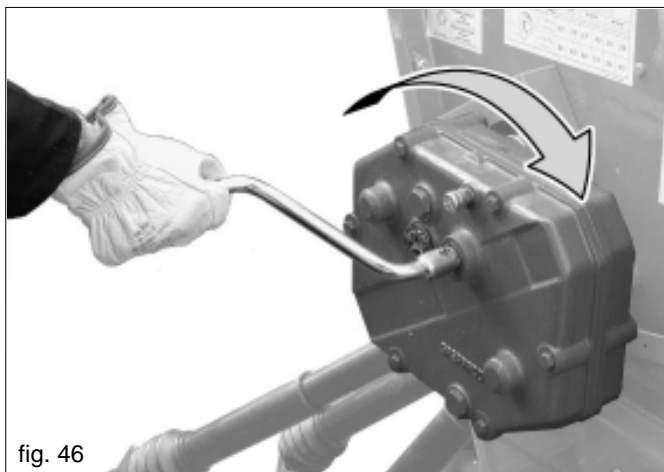

fig. 46
- 4) Insertar la manivela (Fig. 46) en el árbol del embrague y girar en el sentido dextrorso;